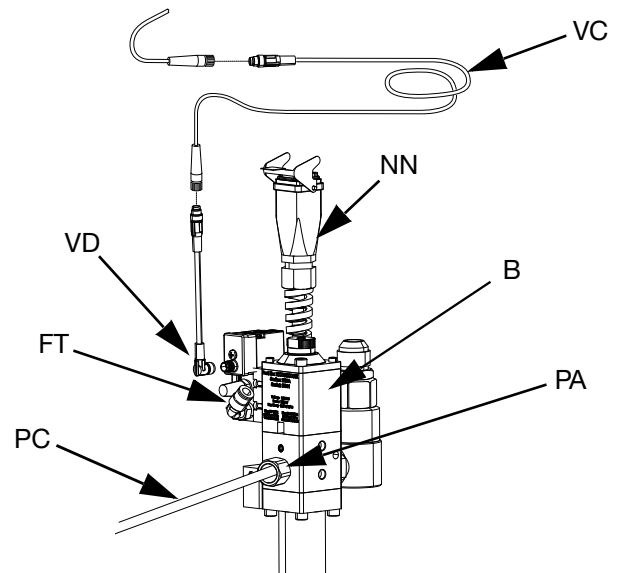

FIG. 31
12. Collegare la linea dell'aria (AR) (non fornita) al raccordo dell'aria (FT) sul solenoide della valvola di erogazione. Vedere il manuale "Istruzioni per valvole di erogazione iQ - Parti". Vedere FIG. 31.
- a. Collegare il cavo dell'elettrovalvola (VC) all'estremità M8 a 4 pin del cavo del separatore splitter collegato alla porta 4 dell'unità di comando elettrica (AB). Vedere **Collegamenti di comunicazione del comando elettrico** per pistoni singoli a pagina 18. Vedere FIG. 31.
- b. Collegare l'estremità a 90 gradi del cavo M8 a 4 pin incluso (VD) alla valvola di erogazione, e l'estremità diritta del cavo dell'elettrovalvola verso (VC). Vedere FIG. 31.
- a. Collegare il cavo del solenoide della valvola di erogazione al connettore del solenoide della valvola di erogazione in tandem (YY) sul blocco tandem (R).
- b. Collegare l'estremità a 90 gradi del cavo M8 a 4 pin incluso (15N040) alla valvola di erogazione, e l'estremità diritta del cavo dell'elettrovalvola verso (VC). Vedere FIG. 31.
- c. Collegare un'estremità maschio dello splitter M8 a 4 pin (TT) sul blocco tandem (R) all'estremità M8 a 4 pin del cavo splitter collegato alla porta 4 sull'unità di comando elettrica (AB) per il pistone 1 e il pistone 2. Vedere **Connessioni di comunicazione dell'unità di comando elettrica** per **Pistone in tandem** a pagina 19.